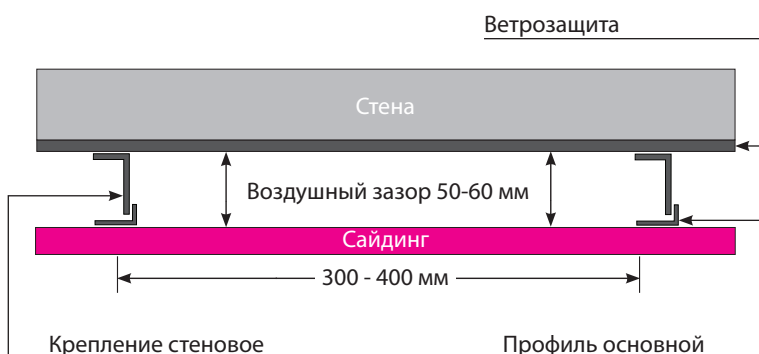

рис. 1
**Сайдинг, софиты и доборные элементы монтируются на обрешетку. Обрешетка позволит: выровнять плоскость стены, организовать вентилируемый фасад и за счет вентиляции подфасадного пространства снижается тепловая нагрузка на виниловый сайдинг в жаркие солнечные дни.** Для монтажа винилового сайдинга Grand Line® производителем рекомендуется использовать фасадную подсистему Grand Line. Для горизонтальной обшивки фасадная подсистема Grand Line монтируется вертикально, для вертикальной обшивки - горизонтально на расстоянии 300-400 мм по осям (рис. 1 и 2). Также профили устанавливаются полностью вокруг дверей, окон и других проемов, во всех углах и наверху, и внизу зашиваемой поверхности. Чтобы создать ровную поверхность стены для обшивки и избежать волнистых поверхностей, обрешетка выравнивается при помощи стеновых креплений.
- ▷ смонтируйте обрешетку, используя фасадную подсистему Grand Line® (рис.1)